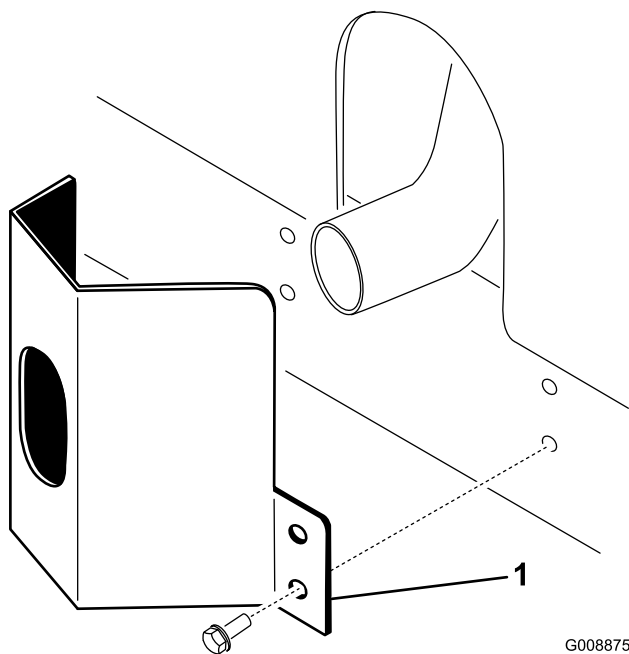

Figure 34
1. Placez la protection de l'échappement autour du silencieux et alignez les trous de montage avec ceux du cadre (Figure 34).
2. Fixez la protection de l'échappement au cadre à l'aide de 4 vis autotaraudeuses (Figure 34).